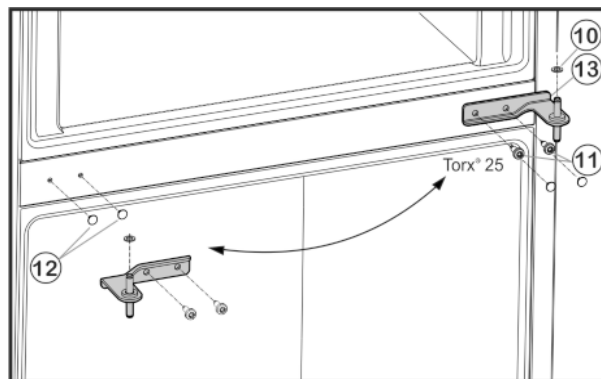

Fig. 6
- ▶ Sejměte opatrně kryty Fig. 6 (12) a na protější straně je opět nasadte.